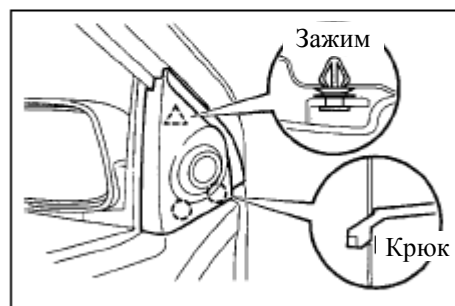

Рис. 574
3. Снимите треугольную накладку левой передней двери, сняв с помощью отвертки с плоским концом снимите 2 крючка и защелки (рис. 574),